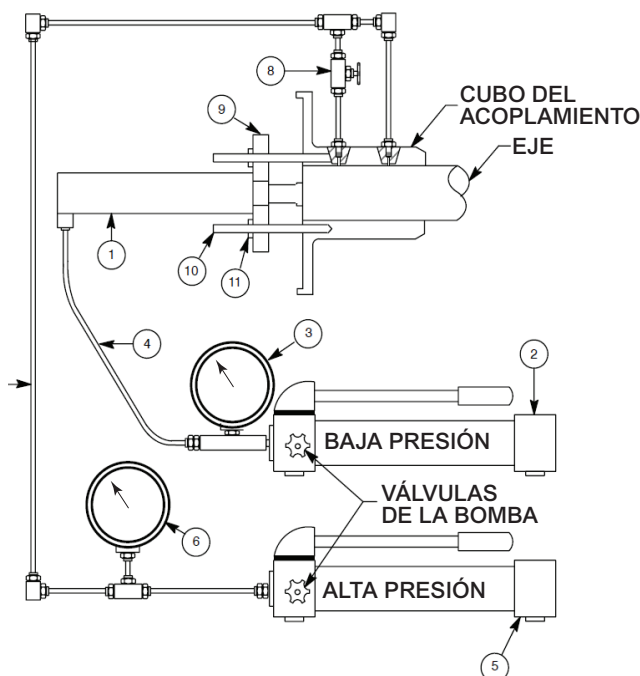

Figura 7 — EQUIPO BÁSICO PARA EXTRAER CUBOS TIPO 6
- a. Monte un extractor hidráulico de cubo (vea la Figura 7) en el extremo del cubo con una varilla de presión contra el extremo del eje. Consulte la Tabla 3 para el patrón de montaje del barreno del perno del extractor del cubo. El extractor debe tener un recorrido axial igual o mayor a la longitud del barreno del cubo al eje. Asegúrese de proporcionar el soporte adecuado para el cubo y el ensamble del extractor usando eslingas de cable metálico.
- b. Monte los accesorios de expansión hidráulica al cubo y a la bomba hidráulica de alta presión. Presurice la interfaz del cubo al eje hasta que el aceite emane de entre el barreno y el eje o a la presión de remoción indicada en la Tabla 4. Aplique una fuerza de remoción axial al mismo tiempo que presuriza el cubo. Cierre la presión (elemento 8 de la Figura 7) antes de exponer la ranura más allá del extremo del eje.